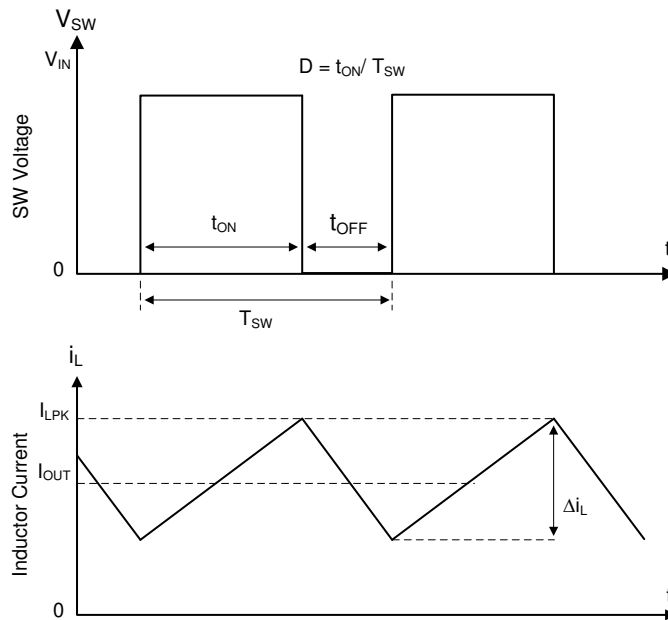

図 6-1. 連続導通モード (CCM) における SW ノードとインダクタ電流の波形
TPSM84538 の operation 説明は、機能ブロック図と図 6-1 の波形を参照しています。TPSM84538 は、ハイサイド (HS) およびローサイド (LS) MOSFET (同期整流器) を内蔵した同期整流式降圧コンバータです。TPSM84538 は、制御されたデューティ サイクルでハイサイドおよびローサイドの NMOS スイッチをオンにすることにより、出力電圧の安定化を実現します。ハイサイドスイッチがオンしている間、SW ピンの電圧は最大で V_{IN} まで上昇し、インダクタ電流 i_L は $(V_{IN} - V_{OUT}) / L$ の直線勾配で増加します。制御ロジックにより HS スイッチがオフされると、アンチシュートスルーのデッドタイムの後、LS スイッチがオンします。インダクタ電流は、ローサイド スイッチを通して $-V_{OUT}/L$ の割合で放電されます。降圧コンバータの制御パラメータは、デューティ サイクル $D = t_{ON}/T_{SW}$ と定義されます。ここで、 t_{ON} はハイサイド スイッチのオン時間、 t_{SW} はスイッチング周期です。コンバータ制御ループは、デューティ サイクル D を調整することにより、出力電圧を一定に維持します。損失を無視できるような理想的な降圧コンバータでは、次の式のように、 D は出力電圧に比例し、入力電圧に反比例します。 $D = V_{OUT}/V_{IN}$ 。